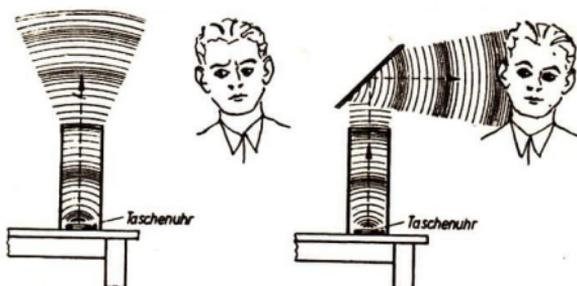

Abb. 144/1. Der Schall wird zurückgeworfen.
**1. Echo und Nachhall.** Ähnlich wie die Wärmestrahlen können auch Schallwellen an Körpern zurückgeworfen werden. Über eine auf dem Tisch liegende Uhr wird ein Glaszylinder gestellt (Abb. 144/1). Befindet sich das Ohr seitlich des Zylinders, so ist das Ticken kaum zu vernennen. Hält man aber einen Spiegel oder ein Stück Blech schräg über den Zylinder, dann ist bei geeigneter Stellung